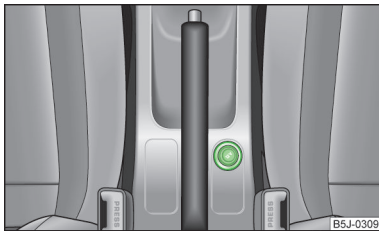
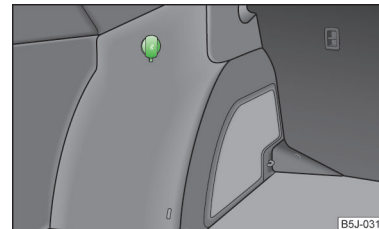

Abb. 80
Abb. 81
- › Den Anzünderknopf des Zigarettenanzünders hineindrücken » Abb. 80.
Die 12-Volt-Steckdose (nachstehend nur als Steckdose) befindet sich in der Mittelkonsole vorn » Abb. 80 auf Seite 83 und im Gepäckraum » Abb. 81.